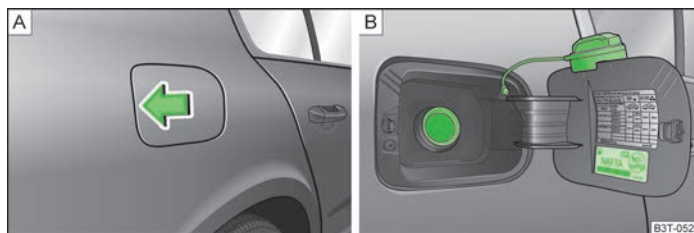

Fig. 129 Partea dreaptă spate a autovehiculului: deschiderea clapetei rezervorului de combustibil / clapeta rezervorului de combustibil cu bușonul înșurubat
Pe partea interioară a clapetei rezervorului sunt indicate sortimentele adecvate de combustibil, mărimea anvelopelor și valorile presiunii în anvelope » fig. 129 la pagina 156 - [B].
- Apăsați pe centrul zonei din stânga a clapetei rezervorului » fig. 129 - [A].
- Desfaceți bușonul rezervorului spre stânga și fixați-l de sus pe clapeta rezervorului » fig. 129 - [B].